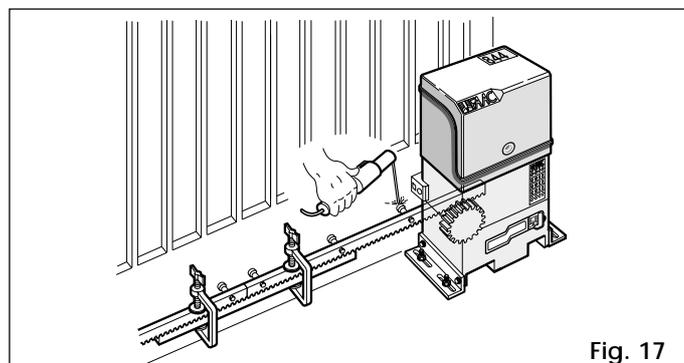

Fig. 17
- 5) Raccorder au dernier élément fixé un autre élément de crémaillère en utilisant une portion de crémaillère comme indiqué Fig. 17, afin de respecter le pas.